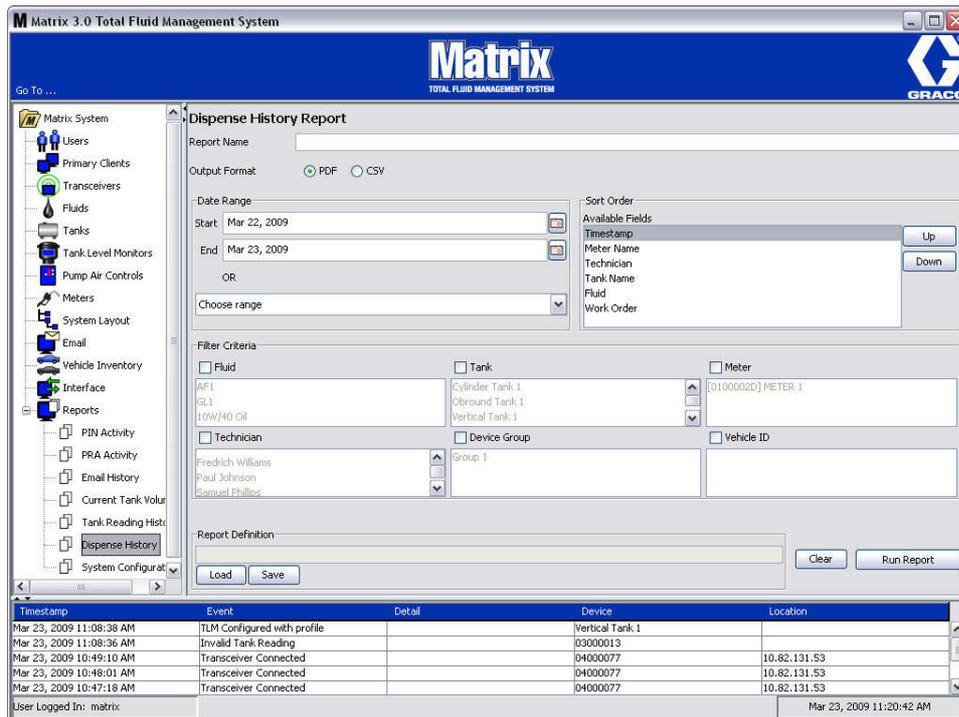

FIG. 175
- **Cronologia erogazioni (FIG. 175)**